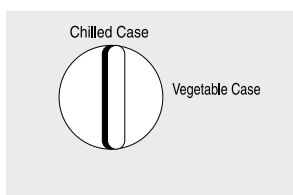

Figura 59
- Si lo utiliza como cajón de productos frescos. (Figura 59)